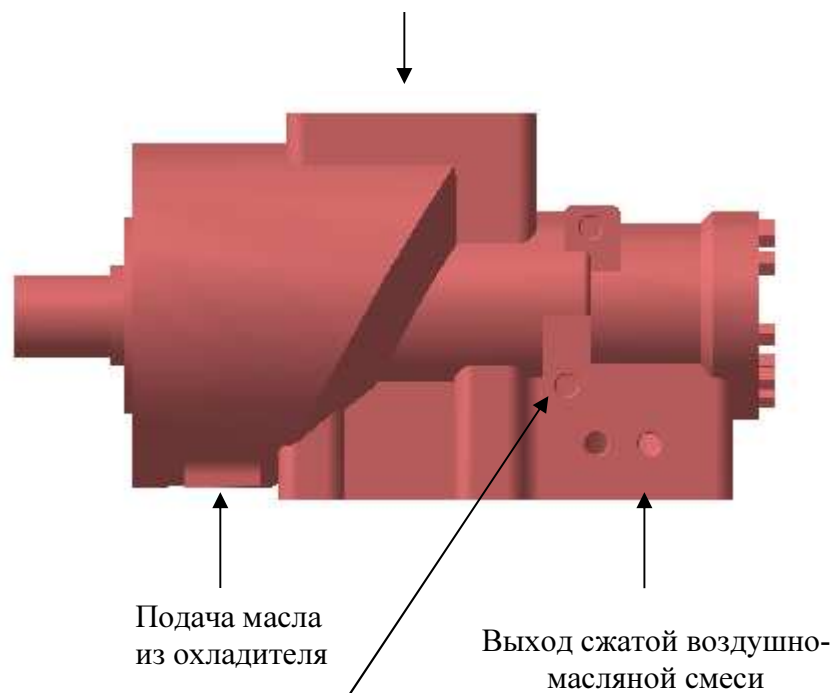

Рис. 6.
- КРАТКОВРЕМЕННЫМ (1...2 СЕКУНДЫ) ВКЛЮЧЕНИЕМ УДОСТОВЕРИТЬСЯ, ЧТО НАПРАВЛЕНИЕ ВРАЩЕНИЯ ВАЛА ВИНТОВОГО БЛОКА СООТВЕТСТВУЕТ НАПРАВЛЕНИЮ, УКАЗАННОМУ СТРЕЛКОЙ НА КОРПУСЕ ВИНТОВОГО БЛОКА И НА НЕСУЩЕЙ ПЛИТЕ (СМ. РИСУНОК 6), А НАПРАВЛЕНИЕ ПОТОКА ВОЗДУХА ОТ РАДИАТОРА НАРУЖУ (ВВЕРХ), ПРИ НЕПРАВИЛЬНОМ ЧЕРЕДОВАНИИ ФАЗ УСТАНОВКА НЕ ВКЛЮЧИТСЯ, ТАК КАК В ЭЛЕКТРИЧЕСКОЙ ЦЕПИ УСТАНОВЛЕН БЛОК КОНТРОЛЯ НАПРЯЖЕНИЯ. ПРИ НЕВЕРНОМ НАПРАВЛЕНИИ ВРАЩЕНИЯ ВАЛА БЛОКА ВИНТОВОГО НЕОБХОДИМО ПРОИЗВЕСТИ ПЕРЕФАЗИРОВКУ ПИТАЮЩИХ ПРОВОДОВ В МЕСТЕ ПОДКЛЮЧЕНИЯ К ЭЛЕКТРОСЕТИ;